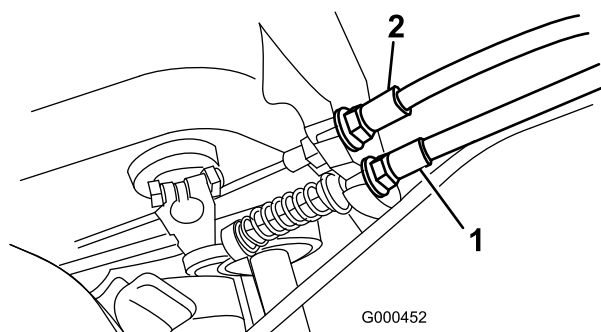

Bild 48
2. Wenn Sie die Zugspannung erhöhen möchten, lösen Sie die Klemmmutter des vorderen Zugs und ziehen Sie die Klemmmutter des hinteren Zugs an (Bild 48), bis eine Kraft von 4,5 bis 5,8 kg benötigt wird, um den Fahrtrieb zu aktivieren.